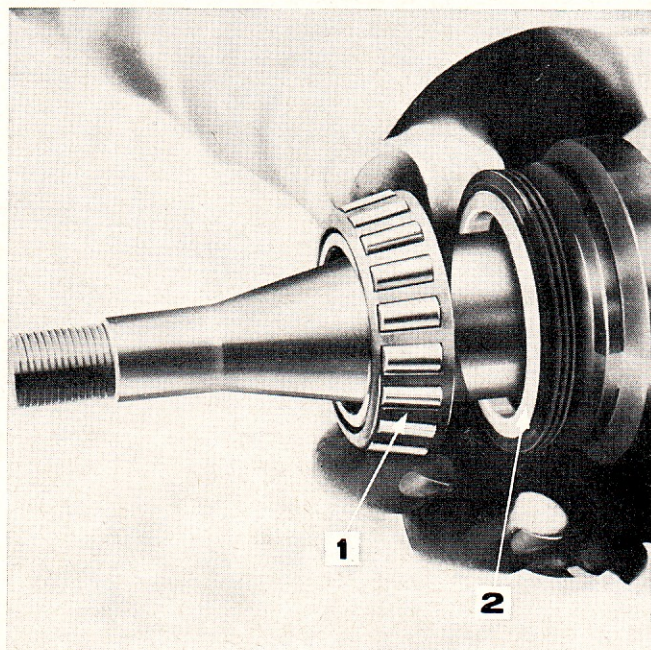

Figure 15: Pose du déflecteur de graisse du moyeu
6. Poser le déflecteur de graisse sur la fusée, avec le côté métallique tourné vers l'extérieur, comme indiqué à la figure 15.